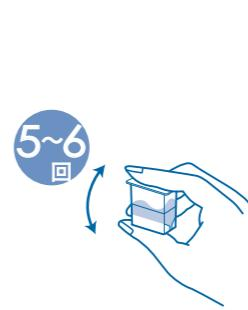

図11
- ⑪専用カップに蓋をして、強く押さえながら5~6回振り混ぜて均一にし、蓋をはずします。(蓋をしたままだと液が漏れてしまいます。)(図11)